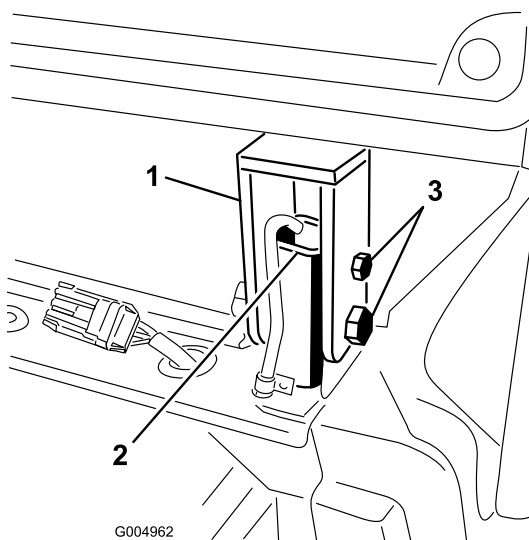

Figura 84
25. Apriete los pernos y las tuercas que sujetan los soportes de montaje traseros de la cabina a los postes del ROPS (Figura 84). Ajuste el gato de suelo si los pernos se traban y son difíciles de retirar.